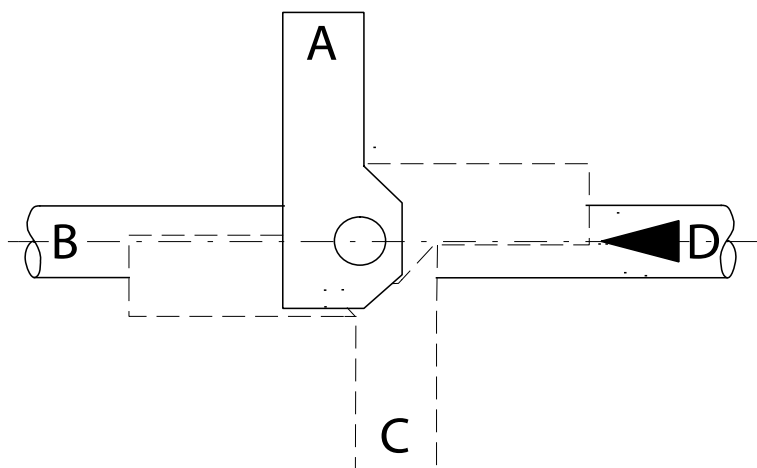

Fig. 5-11 Posizione di montaggio dell'attuatore
5. Montare l'attuatore con la staffa nella posizione desiderata (A, B, C o D) (→ Fig. 5-11) sull'albero del corpo valvola a farfalla. Fissare l'unità con le viti (→ Fig. 5-10/6).